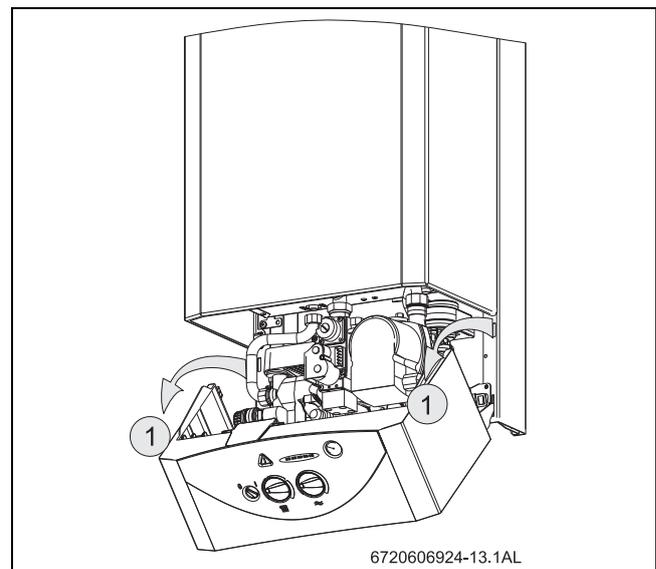

Fig. 22 Position de réglage
- ▶ Mettre l'appareil hors service (O) au moyen de l'interrupteur principal.
- ▶ Enlever l'habillage (voir Fig. 22).
- ▶ Accrocher le tableau électrique dans la position de réglage (voir Fig. 22).
- ▶ Desserrer la vis d'étanchéité (3) et raccorder le manomètre en U au raccord de mesure.